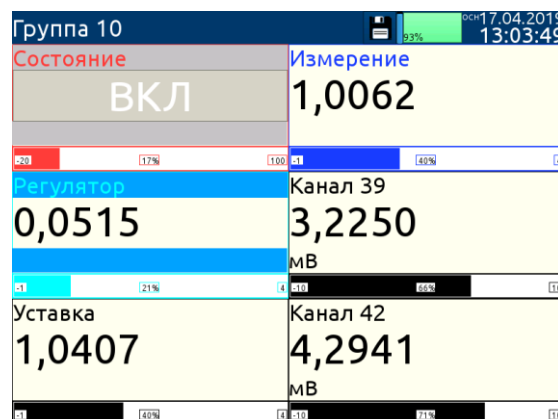

Рисунок 2.9
- в виде числовых значений (см. рисунок 2.9);